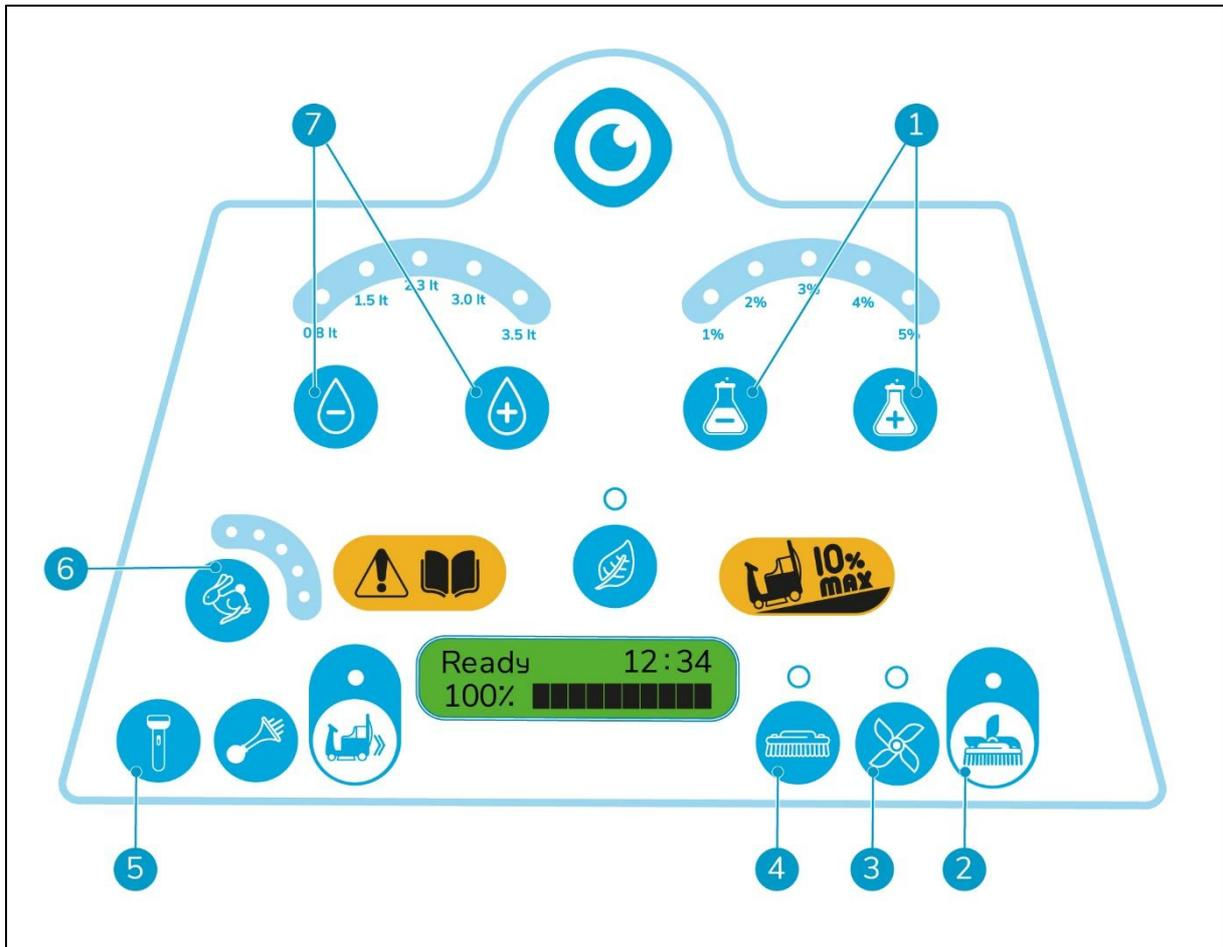

Abbildung 26
1. Wählen Sie die zu verwendende Wassermenge. Drücken Sie die Wassertasten (Abbildung 26, Pos. 7), damit mehr oder weniger Wasser verwendet wird. Es gibt fünf Stufen, siehe Abschnitt 2.1.
3. Drücken Sie die Reinigungsmitteltasten (Abbildung 26, Pos. 1), um mehr oder weniger Reinigungsmittel zuzugeben. Es gibt fünf Stufen, siehe Abschnitt 2.1.
- Bürstenscheibenmotor EIN/AUS (Abbildung 26, Pos. 4)
- Saugmotor EIN/AUS (Abbildung 26, Pos. 3)
- Bürstenscheiben- und Saugmotor EIN/AUS (Abbildung 26, Pos. 2)
5. Schalten Sie die Arbeitsschweinwerfer (Abbildung 26, Pos. 5) ein.
6. Wählen Sie die Geschwindigkeit (Abbildung 26, Pos. 6).